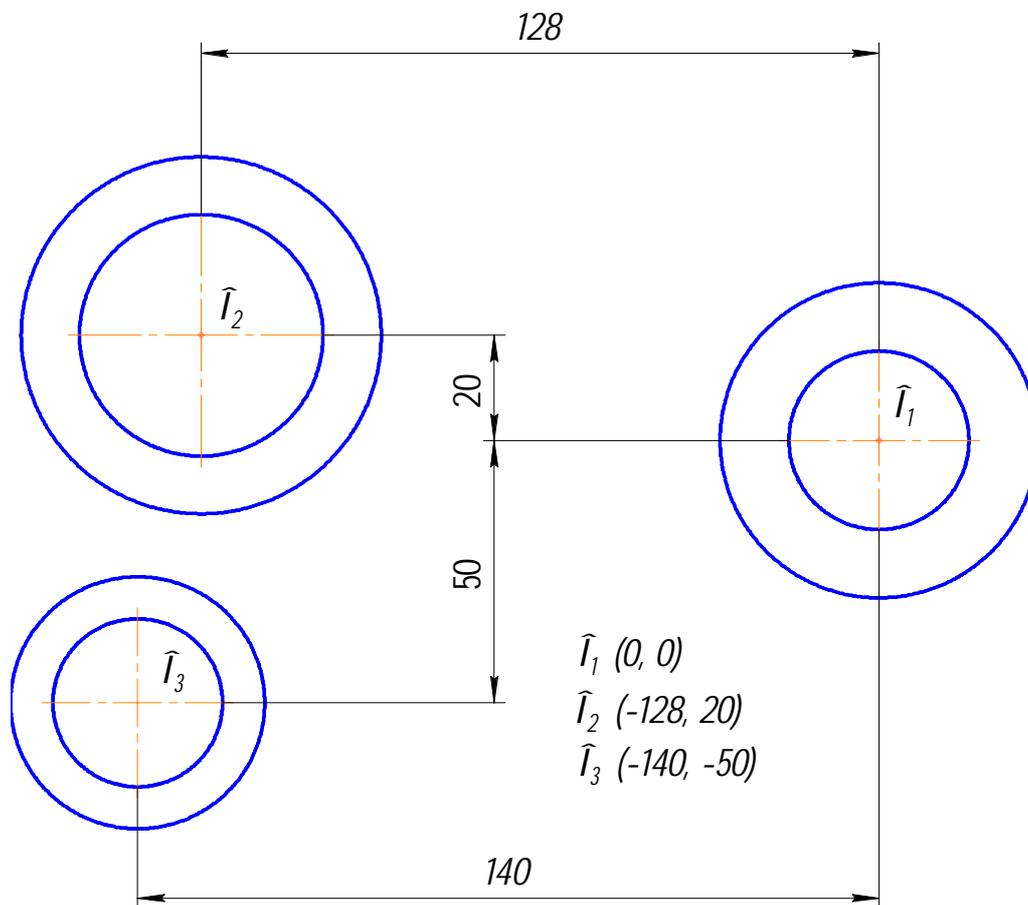

Рис. 75
2. Постройте окружности, рис. 75.
2. С помощью команды **Ввод окружности**  постройте две окружности с центром в начале координат (O_1), рис. 75, радиусами: $R17$ и $R30$. Для этого подведите курсор к началу координат и зафиксируйте положение центра нажатием левой кнопки мыши, нажмите кнопку **Запомнить состояние**  на Панели специального управления. Введите с клавиатуры значения: «17» [Enter], «30» [Enter]. Постройте две окружности с центром, имеющим координаты $O_2(-128, 20)$ и соответственно радиусы: $R23$ и $R34$. Выполните центровые линии (**Обозначение**  – **Обозначение центра** ) на окружностях, имеющих меньший радиус, рис. 75.